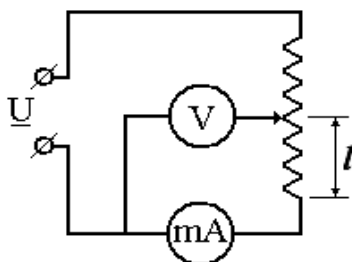

Рис.5. Схема подключения измерительных приборов к проволочному сопротивлению
1. Установить кнопку 8 выбора схемы подключения отрезка проволоки в нажатое состояние, а кнопку 9 выбора схемы подключения измерительных приборов в отжатое состояние. При этом измерительные приборы будут подключены, как показано на рис. 5, и вольтметр будет показывать напряжение на участке цепи из отрезка проволоки и миллиамперметра, соединенных последовательно.